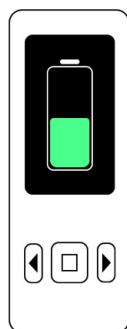

Fig. 7 : Motorul endodontic **X-Smart® Go** se încarcă
- În timpul încărcării, pe ecranul motorului apare simbolul acumulatorului (a se vedea ► Fig. 7]). În momentul în care încărcarea este completă, ecranul motorului și LED-ul albastru de pe dispozitivul de încărcare se vor stinge.